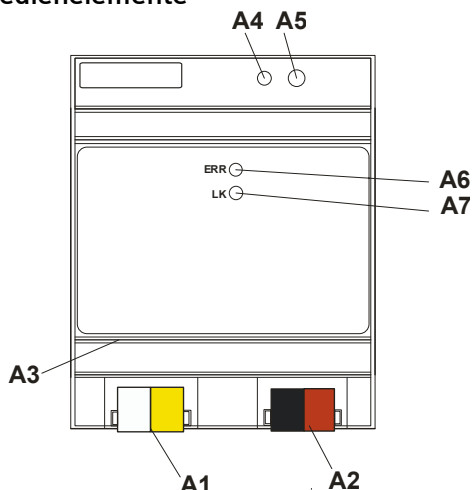

Bild 2: Lage der Anzeige- und Bedienelemente
- Verbinden Sie die Hilfsspannung AC/DC 24V mit der gelb-weißen Busklemme (Bild 2, A1).
- Verbinden Sie die Busleitung mit der schwarz-roten Busklemme (Bild 2, A2).
- Stecken Sie ein Ethernet Patchkabel mit RJ45 Stecker in die RJ45 Buchse (Bild 2, A3), um das Gerät mit dem LAN / Intranet zu verbinden.
- Es besteht eine Verbindung zu einem Netzwerk, wenn die gelbe LED mit der Kennzeichnung ERR (Bild 2, A6) dauernd leuchtet. Wenn die LED LK (Bild 2, A7) aufleuchtet, werden Daten vom bzw zum Gerät gesendet.
- Entfernen Sie zuerst das Ethernet Patchkabel aus der RJ45 Buchse (Bild 2, A3).
- Entfernen Sie die gelb-weiße Busklemme (Hilfsspannung) aus der Buchse (Bild 2, A1).
- Entfernen Sie die schwarz-rote Busklemme (Busleitung) aus der Buchse (Bild 2, A2).